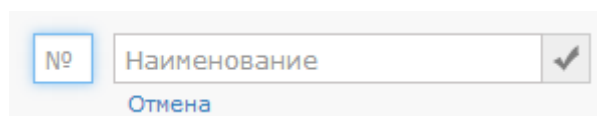

Рисунок 9.94 — Добавление уровня доступа
2. Укажите номер и наименование уровня доступа (рисунок 9.94). Нажмите на кнопку .
9. Укажите номер и наименование уровня доступа (рисунок 9.94). Нажмите на кнопку